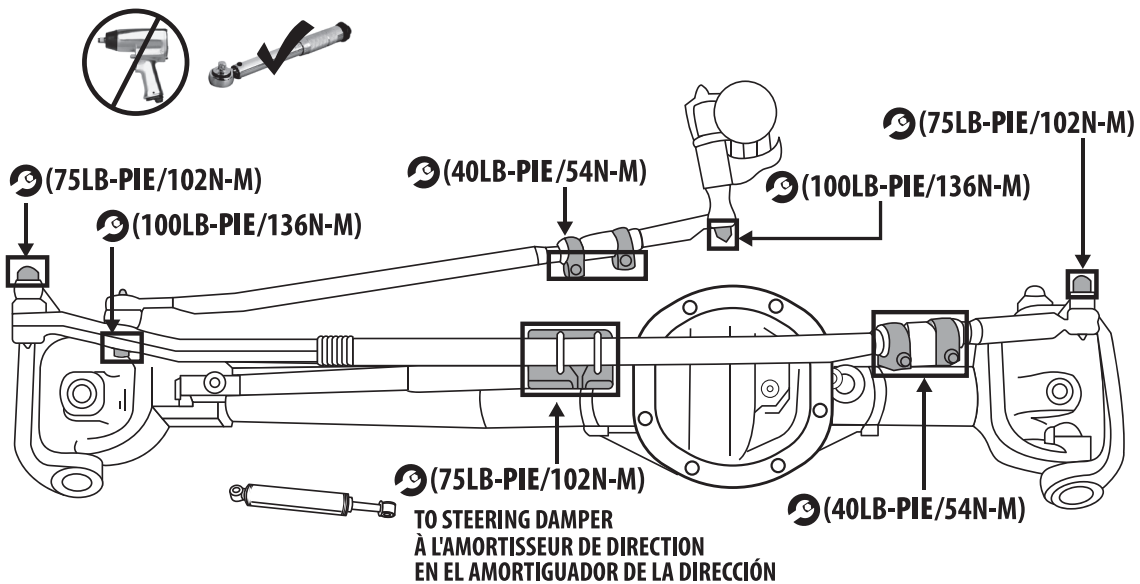

Figura 2
- Siga los valores de apriete como se ilustra a continuación en la **Figura 2**. Se recomienda realizar esta secuencia con el muñón de dirección en la posición recta hacia adelante.